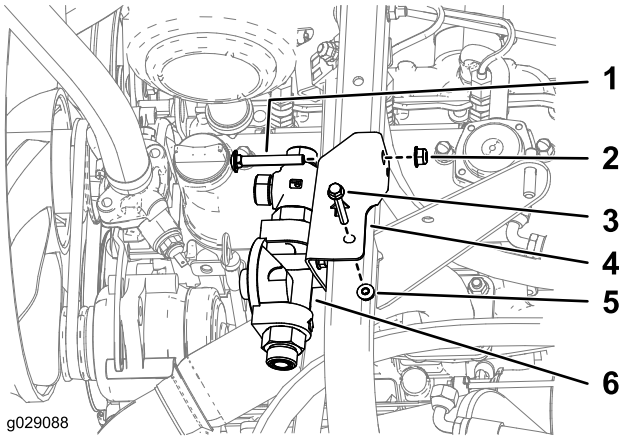

Figura 12
3. Sujete el conjunto del filtro hidráulico al bastidor como se muestra en Figura 12.